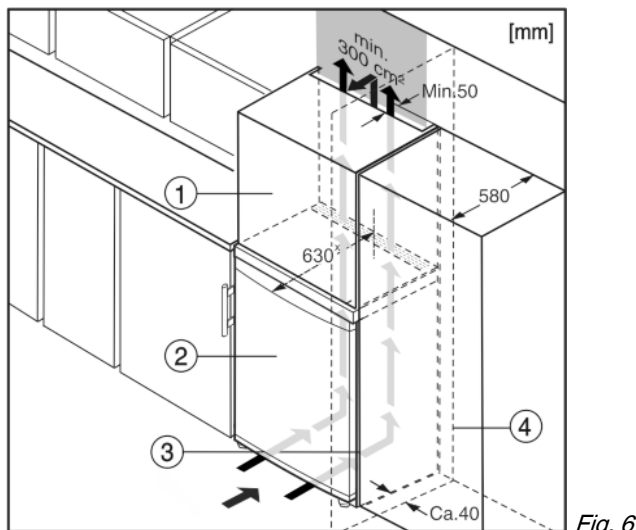

Fig. 6
- (1) Шкаф-пристройка (3) Кухненски шкаф
(2) Уред (4) Стена
Уредът може да е обграден с кухненски шкафове. За да изравните височината на уреда Fig. 6 (2) с височината на вградената кухня, над уреда може да се постави шкаф-пристройка Fig. 6 (1).*
При вграждане с кухненски шкафове (дълбочина макс. 580 мм), уредът може да се постави директно до кухненския шкаф Fig. 6 (3). Отстрани уредът е издаден на 34 мм*, а в средата на уреда - на 50 мм* спрямо предната страна на кухненския шкаф.*
Когато уредът се постави с шарнири близо до стена Fig. 6 (4), разстоянието между уреда и стената трябва да бъде поне 40 мм. Това е разстоянието, на което дръжките излизат напред при отворена врата.